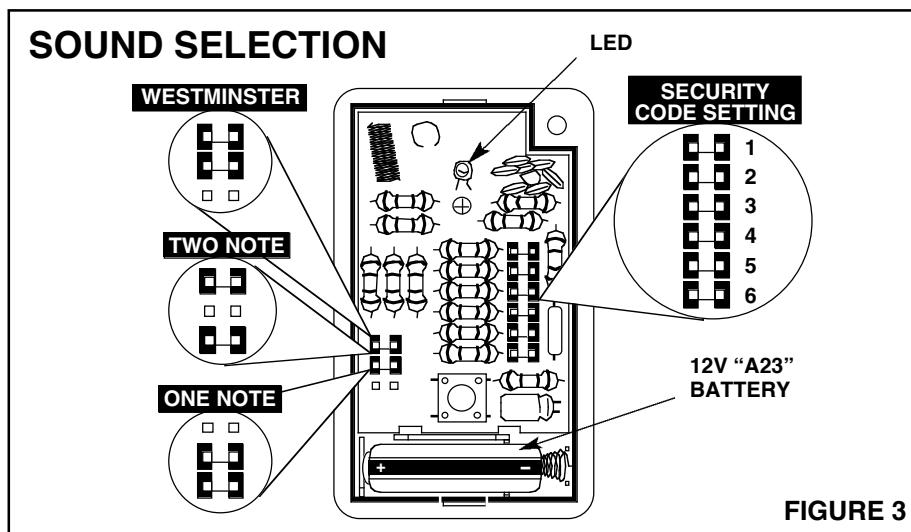

FIGURE 3
Refer to Figure 3.
2. Select the desired sound as illustrated in Figure 3.
Voir la Figure 3.
2. Sélectionner la tonalité désirée, comme indiqué à la Figure 3.